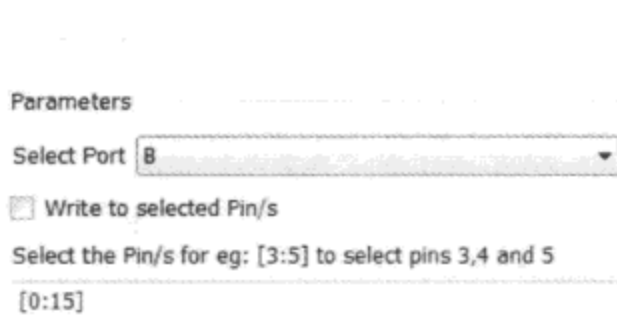

图 7.2.45 Write Port Output 模块设置
- (2) 双击 Write Port Output 模块,选择输出口为 B,取消勾选 Write to selected Pin/s 复选框,如图 7.2.45 所示。